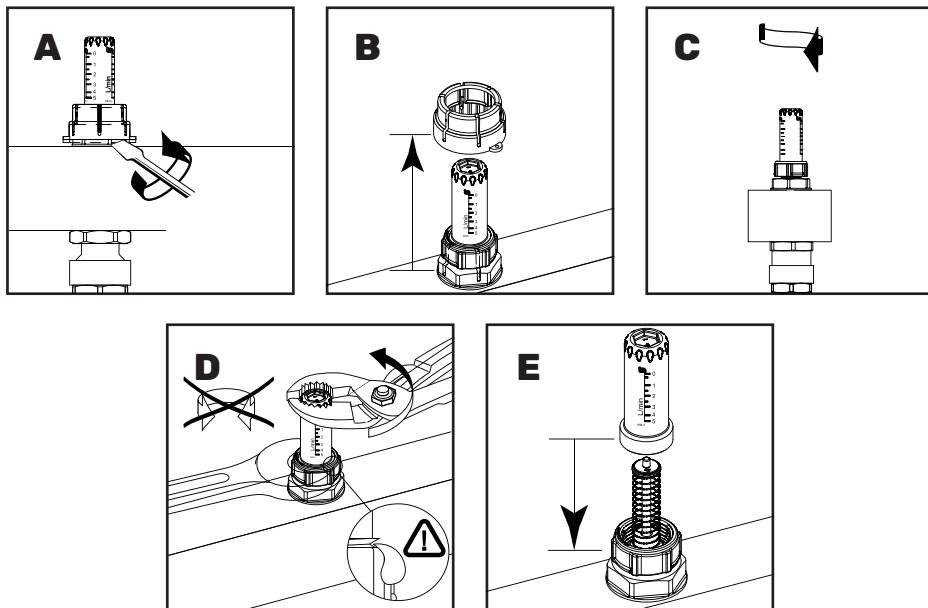

Рис. 4. Очистка расходомера
5.5. ОЧИСТКА РАСХОДОМЕРА (РИС.4).
- Выкрутите колбу расходомера с помощью ключа, придерживая черный штуцер другим ключом (D);